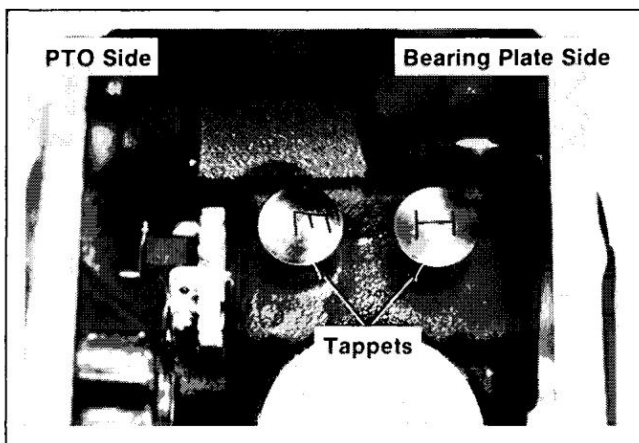

Figure 12-4. Installation des poussoirs.
1. Installez le poussoir de soupape d'admission et la soupape d'échappement poussoir dans le carter. (Poussoir de soupape d'admission vers le côté plaque de roulement ; poussoir de soupape d'échappement vers le côté prise de force du carter.) Voir la Figure 12-4.